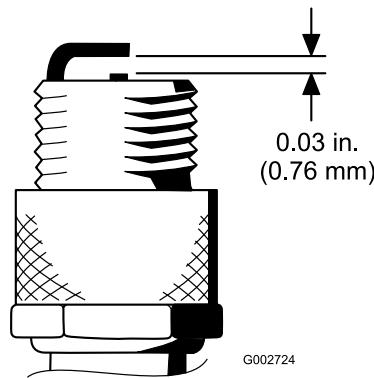

図 44
4. エア・ギャップを 0.76 mm に調整する (図 44)。